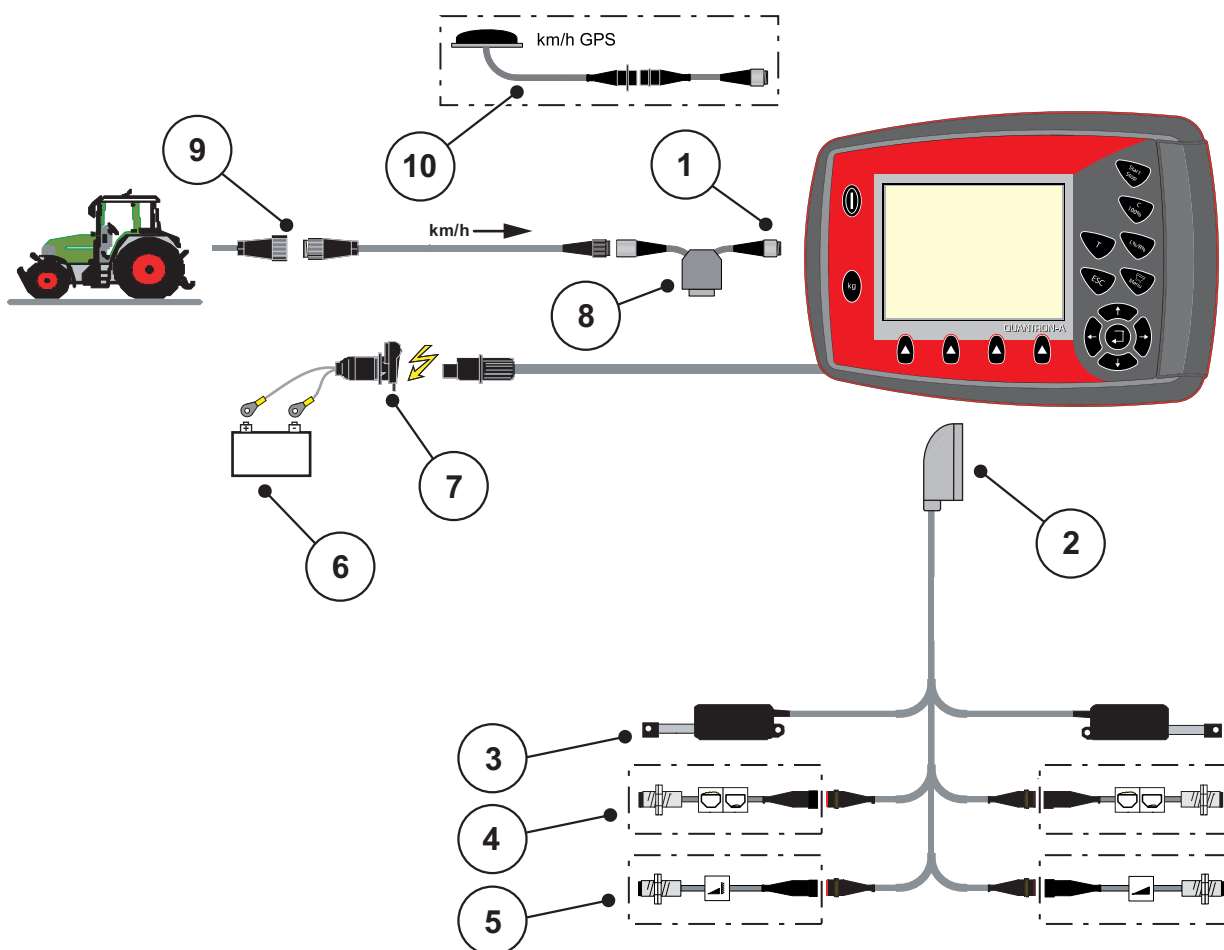
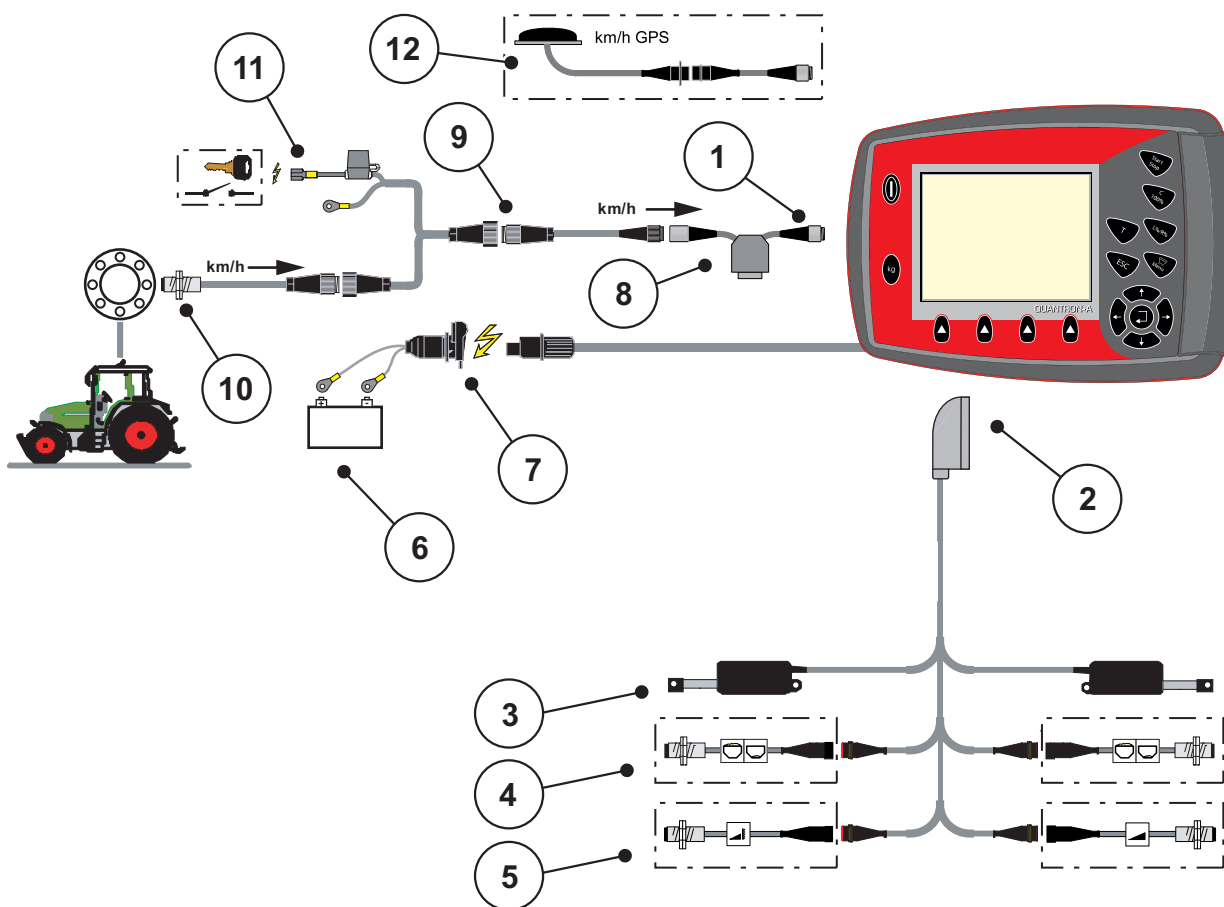

Figura 3.3: Schema dei collegamenti QUANTRON-A (standard)
Figura 3.5: Schema dei collegamenti QUANTRON-A (alimentazione di corrente mediante blocco di accensione)
La presa a 7 poli per il trattore e il sensore di velocità di marcia sono disponibili come kit di montaggio (opzione), vedere da figura 3.3 a figura 3.5.
- Collegare l'unità di comando alla presa a 7 poli o al sensore di velocità di marcia (secondo la dotazione, vedi da figura 3.3 a figura 3.5).